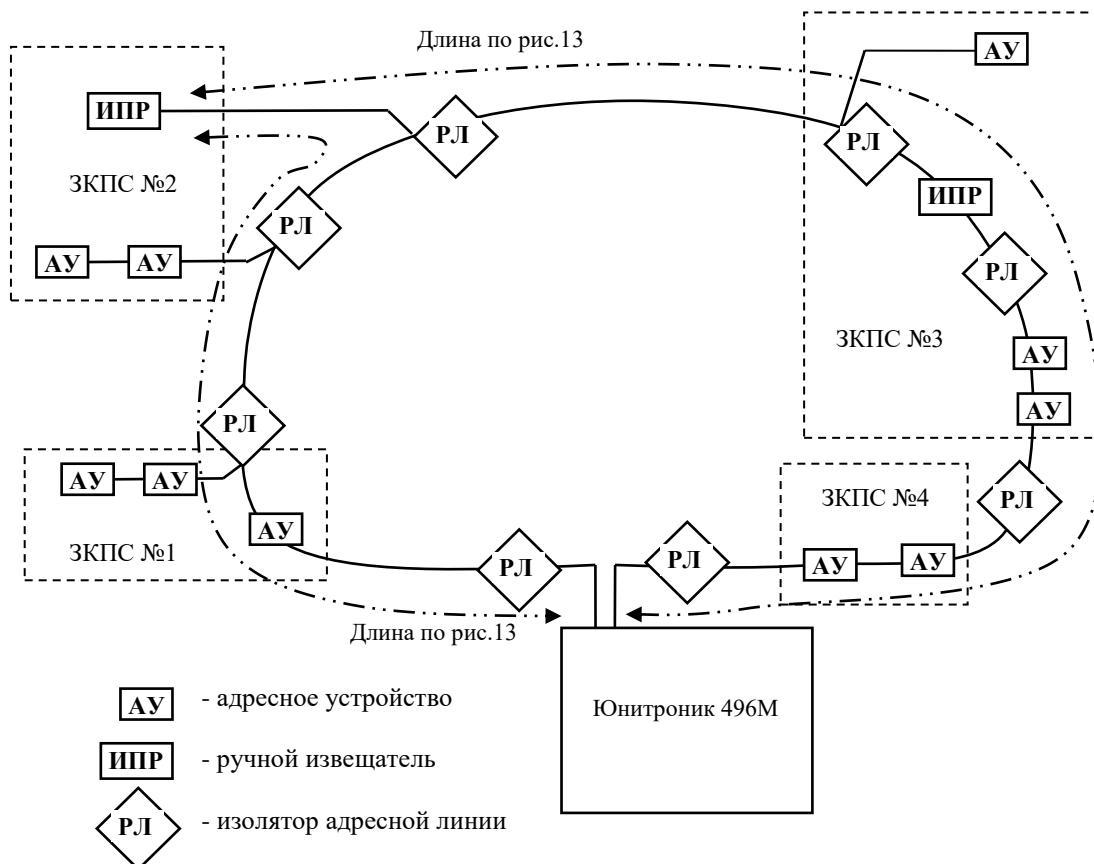

Рис. 12. Топология кольцевой адресной линии с ответвлениями.
3.9.3. Допускается применять топологию кольца с ответвлениями, как показано на рис.12. Для выполнения требований п.6.3.4 СП484.1311500.2020 ответвления должны содержать либо автоматические, либо ручные извещатели, принадлежащие не более чем одной ЗКПС.
Допускается подключать адресные устройства к кольцевому участку линии, связанному с данным ответвлением, как показано в ЗКПС №1 на рис.12, если они относятся к этому же ЗКПС.